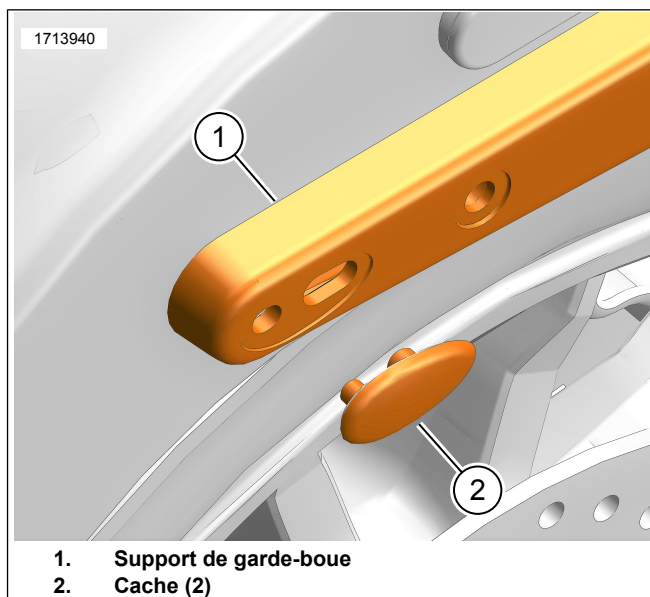

Figure 8. Couverture de Support de Garde-Boue
12. Voir la Figure 8. Installez les deux couvercles de support du garde-boue (2) sur les supports d'aile (1).